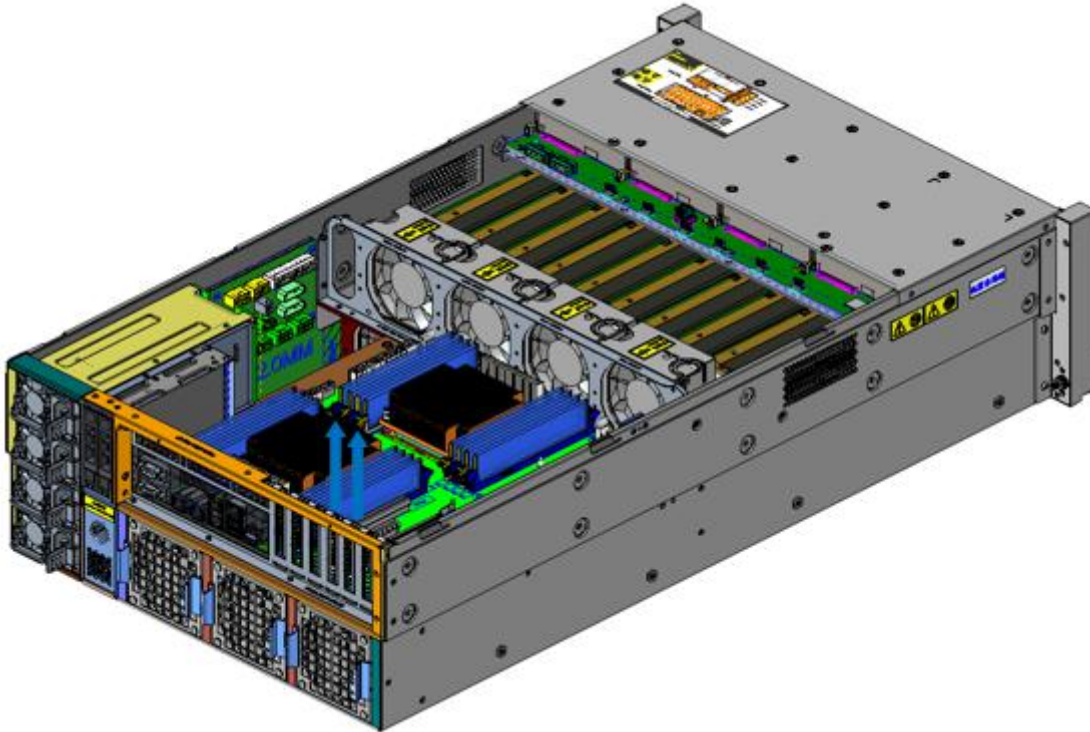

图 2.20 取出固定螺丝与挡片
(1) 取出 Riser 挡片并安装 Riser 卡, 如下图 2.20 和 2.21: